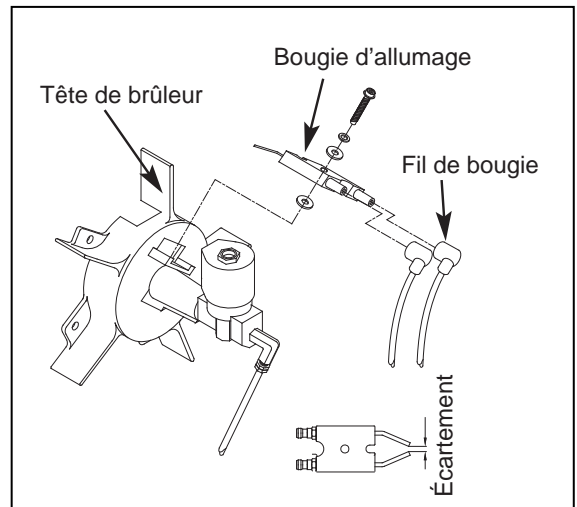

Figure 9. Bougie d'allumage
- Débrancher le fil de bougie de la bougie (voir la Figure 9).